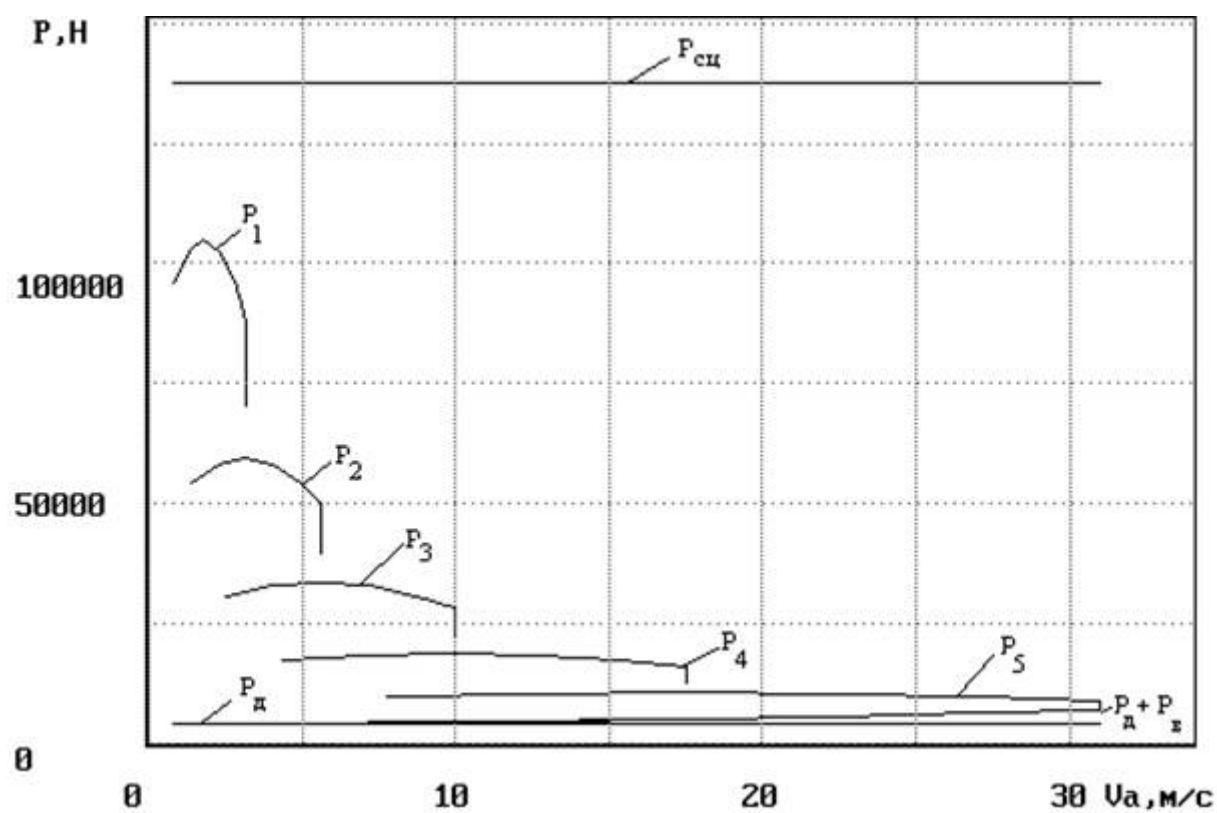

Рисунок 3 — Графік силового балансу
33. Графік (рис. 3) побудовано для горизонтальній ділянці дороги та коефіцієнта опору кочення f . Сила f опору кочення колеса на горизонтальній ділянці дороги дорівнює $P_f = x$ Н. Який найбільший кут підйому здолає автомобіль, якщо коефіцієнт опору кочення буде дорівнювати f ?